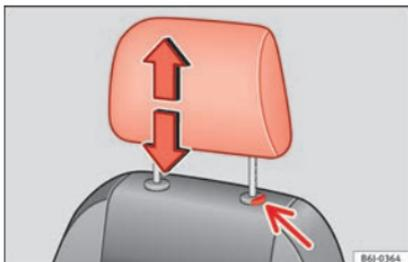

Fig. 76 Poggiatesta: regolazione dell'altezza oppure smontaggio.
- Premere il tasto »» **fig. 76** (freccia).